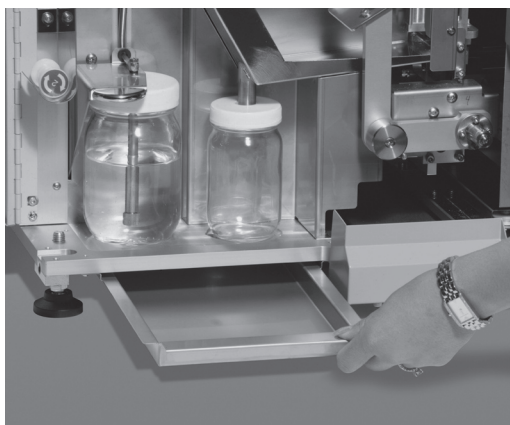

Bild 2-O
3. Setzen Sie den Abfall Einsatz zwischen die Führungsschienen. (Bild 2-O) und drücken den Einsatz komplett hinein.